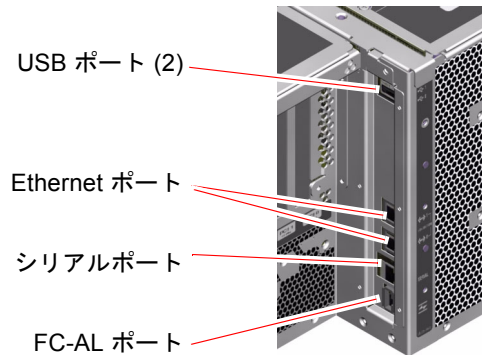

図 2-4 背面パネルの外部ポート
- システムコントローラ (SC) カードスロット 1 つ
- 外部データポート 6 つ : USB、シリアル、Ethernet、FC-AL (図 2-4 を参照)